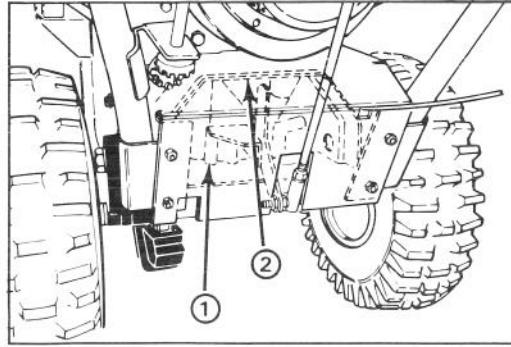

Figure 30
3. Desserrez les 4 boulons à tête à collarette (2 boulons de chaque côté) qui tiennent le châssis de transmission au châssis du moteur (Fig. 30 à 31).